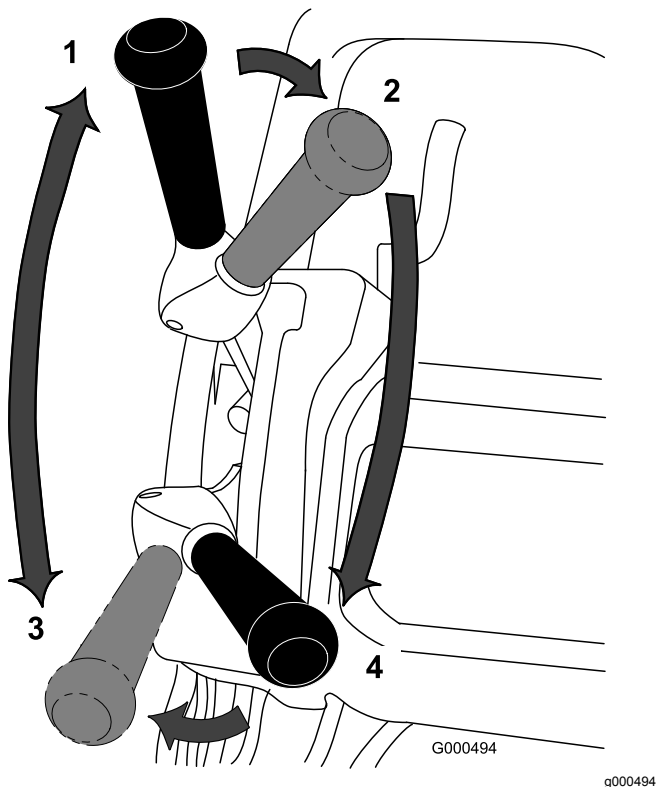

Bild 30
1. Lassen Sie den Motor an, stellen den Gasbedienungshebel auf verringerte Geschwindigkeit, drücken den Holm nach unten, um die Schneideinheit anzuheben, aktivieren die elektronische Sicherheit, schieben den Fahrtriebshebel in die Stellung „EINGEKUPPELT“ und transportieren Sie die Maschine an eine Ecke der Rasenfläche (Bild 30).
2. Bringen Sie den Fahrtriebshebel in die Stellung „Ausgekuppelt“ und kuppeln Sie den Spindelantriebshebel ein (Bild 30).
3. Stellen Sie den Fahrtriebshebel in die Stellung EINGEKUPPELT und geben Gas, bis die Maschine die gewünschte Fahrgeschwindigkeit erreicht hat. Fahren Sie die Maschine auf die Grünfläche, senken die Vorderseite der Maschine ab und beginnen Sie mit dem Mähen (Bild 30).